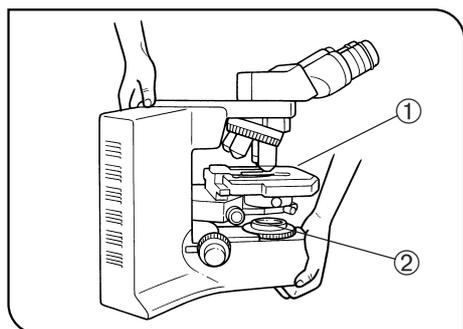

Fig. 3
3. Prima di spostare il microscopio, rimuovere il preparato e i moduli che potrebbero cadere durante il trasporto; poi afferrare delicatamente il microscopio alle parti sporgenti del lato posteriore del braccio e della base, come indicato alla fig. 3 (Peso: circa 13 kg). Assicurarsi di rimuovere il campione ① che potrebbe cadere ed il filtro ② sul porta filtro.